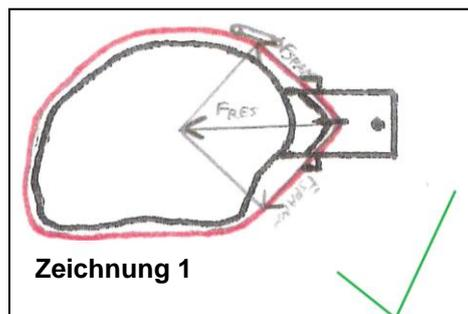

Abb. 3
3. Auf keinen Fall darf das Gurtband vom Gerät aus gesehen nach oben verlaufen (Abb. 3)! Vor dem Spannen des Gurtes müssen alle 4 Zacken am Baum anliegen, um ein Verziehen des Gerätes oder eine nicht sichere Befestigung zu verhindern. Evtl. vorhandener Efeubewuchs o.ä. muss vorher entfernt werden.